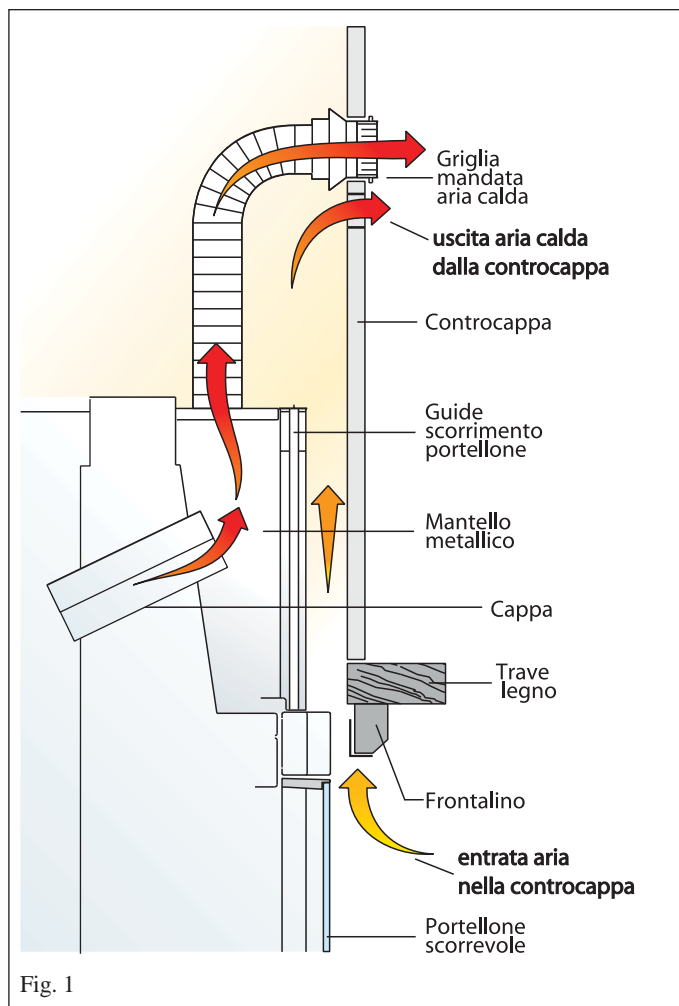

Fig. 1
Rivestimenti, controcappe e loro areazioni (fig. 1)
- **Posizione di “accensione”/potenza calorifica max. (fig. 1):**